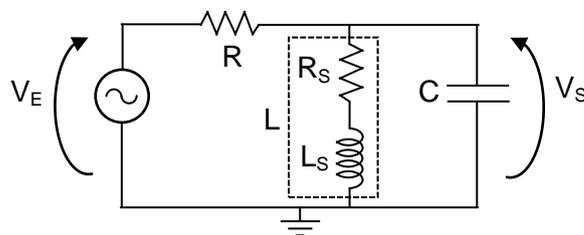

Figura 2- Circuito RLC.
Monte o circuito da Figura 2, com $R = 10 \text{ k}\Omega$ e os componentes L e C fornecidos. Note que R_s e L_s estão representando o modelo do indutor real utilizado na montagem. Programe o gerador de funções para fornecer uma **onda senoidal** com amplitude de **10 Vpp**.
a) Indique o número das expressões da *Introdução Teórica* devem ser usadas para calcular $|G(j\omega)|$ e φ a partir dos parâmetros do circuito da Figura 2.
d) Indique o módulo do ganho $|G(f)|$ e a defasagem φ , calculados previamente através das fórmulas teóricas indicadas no item 2.1.a (utilize a planilha disponibilizada) utilizando-se os valores nominais dos componentes.